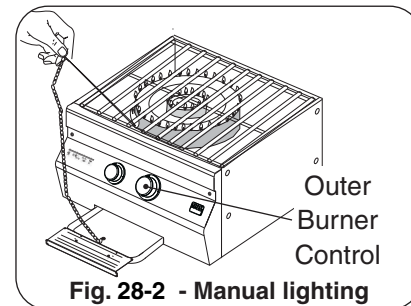

Fig. 28-2 - Manual lighting
AVERTISSEMENT: Ne mettez pas la main directement au-dessus du brûleur en s'allumant mais au loin au côté comme montré (Fig. 28-2).
- 2a. Insérez un allumeur brûlant de butane de long-baril, une allumette brûlante de long-tige, ou une allumette brûlante tenue par un support de prolongation de fil par les grilles à cuire au brûleur désiré à allumer (Fig. 28-2). Avec la flamme toujours à côté du brûleur, diminuez le bouton de commande de correspondance (bouton externe de droite de brûleur, brûleur intérieur laissés le bouton), et tout en pressant le tour il dans le sens contraire des aiguilles d'une montre dans la position **LÉGÈRE** de HI. Enlevez l'allumeur ou assortissez quand le brûleur s'allume, et libérez le bouton de commande.
3. Si le brûleur ne se allume pas dans les cinq (5) secondes de tourner le bouton de commande, tournez immédiatement le bouton de commande de brûleur à la position de repos. **ATTENDEZ CINQ MINUTES** avant de répéter les étapes 2 et 3 des **INSTRUCTIONS MANUELLES D'ÉCLAIRAGE**.